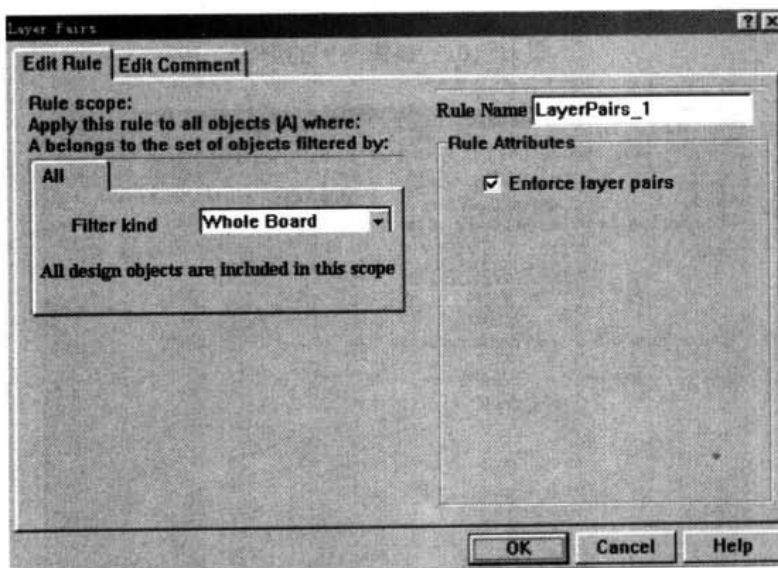

图 10-99 匹配层面对设置对话框
- **Layer Pairs:** 匹配层面对。该规则用于检测当前各层面对是否与钻孔层面对相匹配。电路板上的每个过孔的开始层面和终止层面为一当前层面对。钻孔层面对在图 8.2 所示的工作层面管理对话框中设置。Layer Pairs 设置对话框，即如图 10-99 所示。